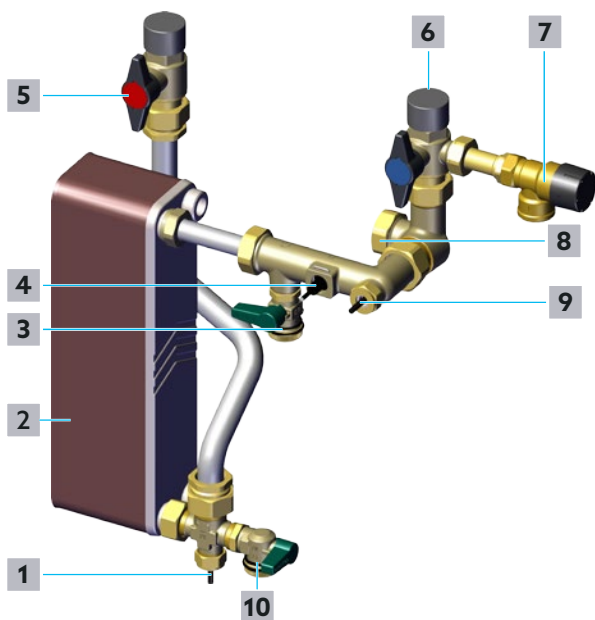

Abb. 31: Trinkwasserkreis
- 2 Schließen Sie langsam den Absperrkugelhahn Trinkwasser warm (siehe Position 5 in Abb. 31 auf Seite 49 und Position 10 in Abb. 2 auf Seite 12).
- 3 Schließen Sie langsam den Absperrkugelhahn Trinkwasser kalt (siehe Position 6 in Abb. 31 auf Seite 49 und Position 11 in Abb. 2 auf Seite 12).
- 4 Schrauben Sie die Verschlusskappe des KFE-Kugelhahns Trinkwasser warm ab (Position 10 in Abb. 31 auf Seite 49 und Position 16 in Abb. 2 auf Seite 12).
- 5 Schließen Sie den Ablassschlauch für Trinkwasser an den KFE-Kugelhahn Trinkwasser warm an (Position 10 in Abb. 31 auf Seite 49 und Position 16 in Abb. 2 auf Seite 12).
- 6 Öffnen Sie den KFE-Kugelhahn Trinkwasser warm (siehe Position 10 in Abb. 31 auf Seite 49 und Position 16 in Abb. 2 auf Seite 12).
- 17** Schließen Sie den KFE-Kugelhahn Trinkwasser warm (siehe Position **10** in Abb. 31 auf Seite 49 und Position **16** in Abb. 2 auf Seite 12).
- 5 Schließen Sie den KFE-Kugelhahn Trinkwasser warm (siehe Position 10 in Abb. 31 auf Seite 49 und Position 16 in Abb. 2 auf Seite 12).